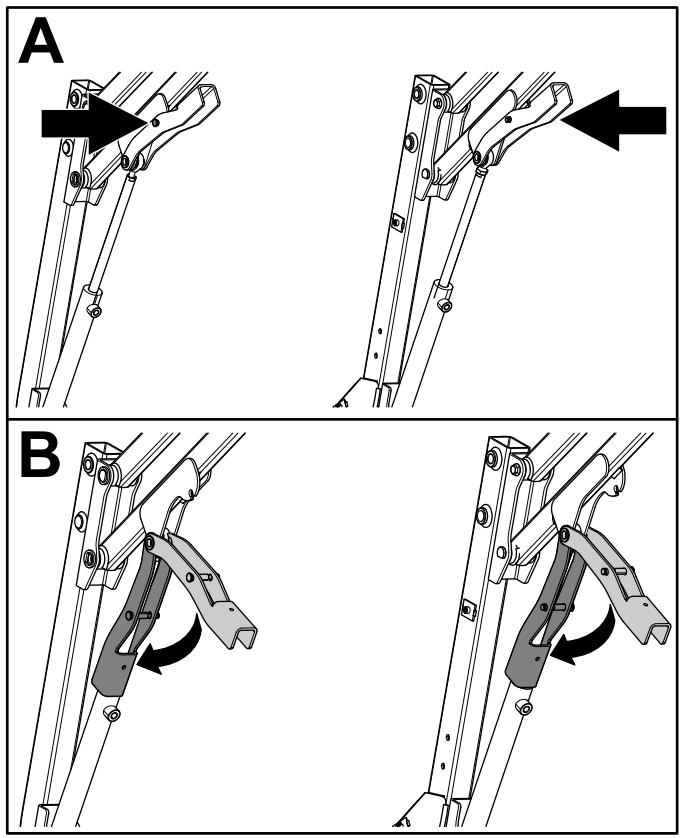

Рисунок 41
- A. Нажмите внутрь штифт на магнитном предохранительном замке (Рисунок 41).
- B. Удерживая штифт во внутреннем положении, опустите магнитный предохранительный замок на гидравлический цилиндр (Рисунок 41).